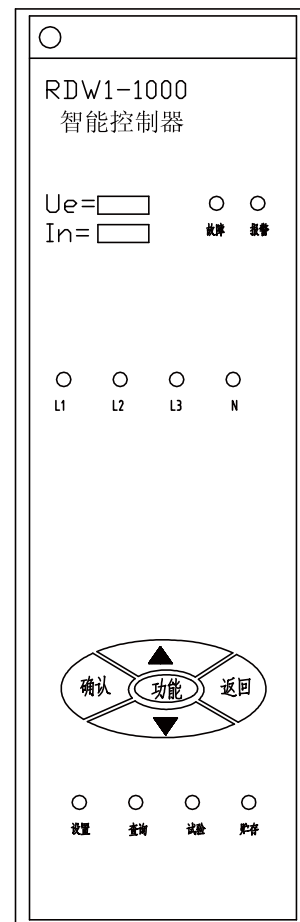

图24 RDW1-1000 M型智能控制器面板
9.1 RDW1-1000 M型智能控制器操作使用方法(见图24)